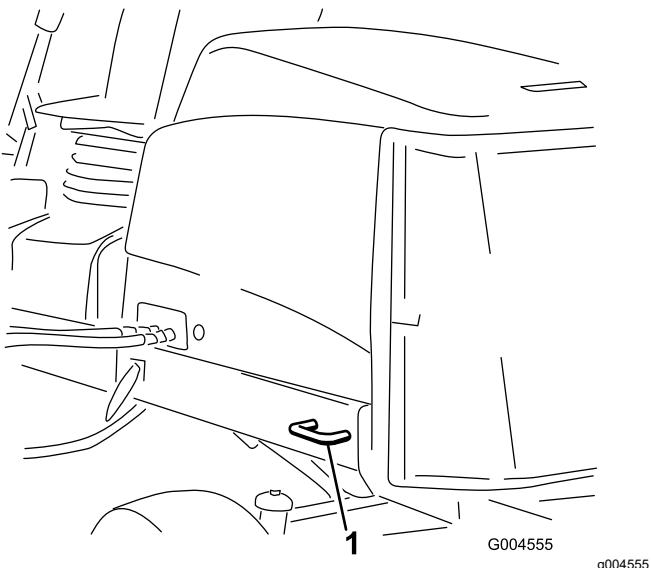

Figure 61
- Arrière de la machine** – chaque côté de la machine sur le cadre arrière (Figure 61)